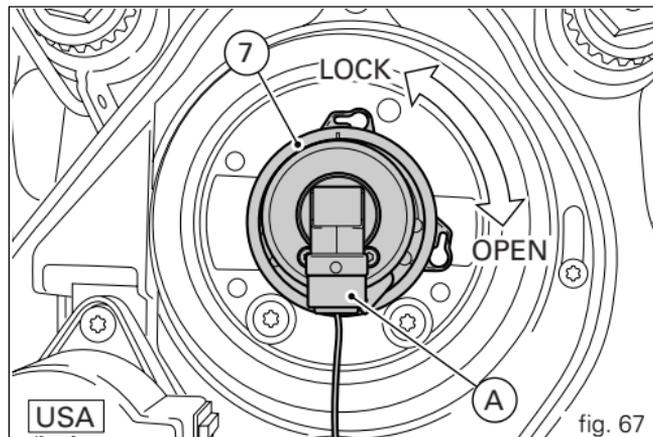

fig. 67
Para remover a lâmpada dos médios (7), depois de retirar o conector (A) da cablagem, rode o corpo da lâmpada no sentido contrário ao dos ponteiros do relógio e extraia a lâmpada fundida (fig. 67). Substitua por uma nova idêntica. Na remontagem, rode a lâmpada no sentido dos ponteiros do relógio para bloqueá-la no corpo da lâmpada.